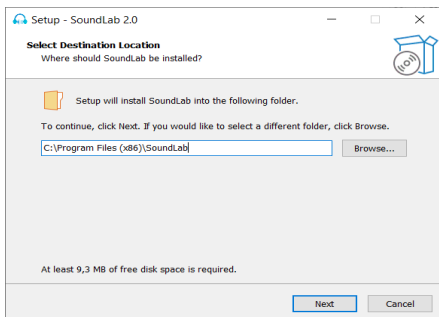

Figura 23
8. Selecione “Create a desktop Icon” se você deseja criar um ícone em sua área de trabalho, então pressione “Next” para prosseguir. Observe a figura 23.